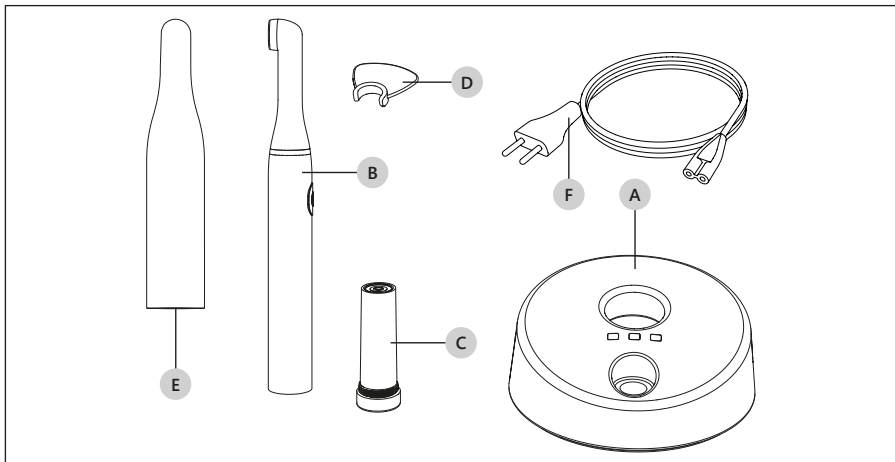

Figura 5 – Lista de los Componentes
**ⓘ ATENCIÓN:** Recargar la batería utilizando exclusivamente la estación de recarga Mectron (*Figura 5 en página 8 - Ref. A*). No intentar la recarga con cargadores genéricos. Peligro de explosiones y de incendio.
Hacer referencia a la Figura 5 en página 8:
2. Introducir el cable de alimentación de la energía eléctrica (Figura 5 en página 8 - Ref. F) en la conexión colocada en la parte de atrás del aparato (Figura 6 en página 10 - Ref. A) y, por lo tanto, en la toma de la pared. El LED verde "power" se encenderá (Tabla 1 en página 11 - Ref. A).
**ⓘ ATENCIÓN:** Recargar la batería utilizando exclusivamente la estación de recarga Mectron (Figura 5 en página 8 - Ref. A). No intentar la recarga con cargadores genéricos. Peligro de explosiones y de incendio.